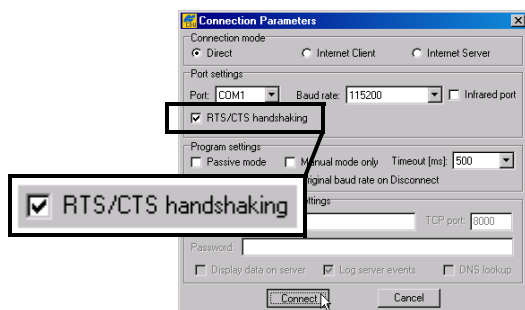

Figura 3-17. Parámetros de Conexión – Valores de la MINTER
3. En el cuadro de diálogo **Connection Parameters** (Parámetros de Conexión), habilite la negociación RTS/CTS (Figura 3-17).